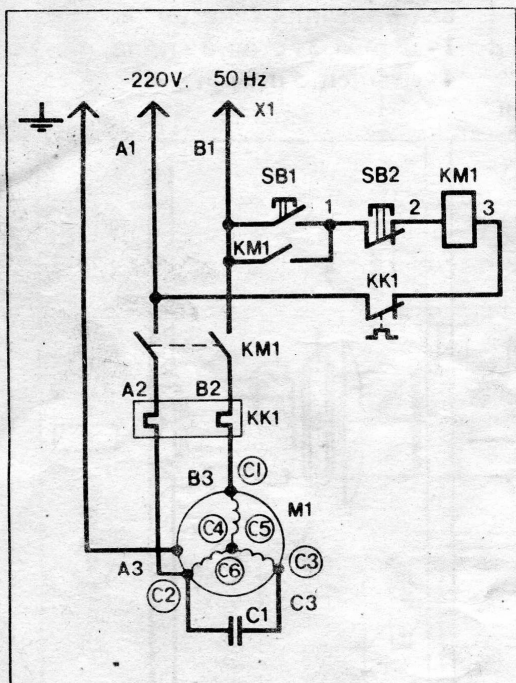

Рис. 11 Модификация А
7.1. На станке модификации А устанавливается однофазный асинхронный электродвигатель 4АМАТ80В2У3 1,5 кВт, 220 В (М1), магнитный пускатель ПМЕ-111 на 220 В (KM1), реле тепловое ТРН-10А УХЛ4 на 10А исп. 4 (KK1), кнопочные выключатели KE181УЗ (B1) и KE191УЗ исп. 5 (B2) и конденсаторы К42-19, 16 мкф, 250 В, 10 шт. (01). Принципиальная электросхема станка модификации А приведена на рис. 11.